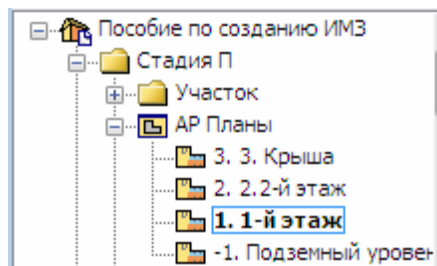

Рис. 6
1. Перейдите к карте видов навигатора. Щелкните по знаку “+” слева от текста **Стадия П**. При этом открывается иерархическая структура папок карты видов (рис. 6). Карта видов должна содержать предварительно созданные шаблоны видов. Постарайтесь создавать такие виды, которые будут необходимы при составлении пояснительной записки к создаваемой модели ИМЗ.